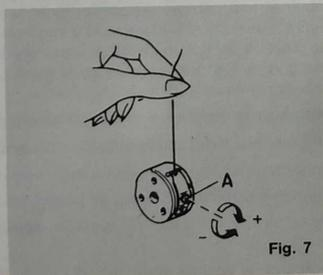

Fig. 7
7.º REGULACION DE TENSION DE LA CAJA DE BOBINA (fig. 7)